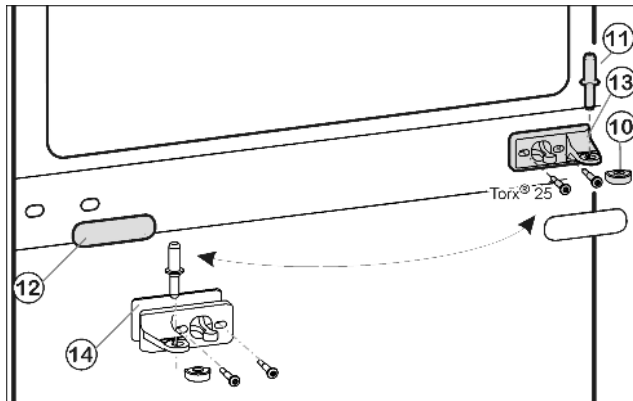
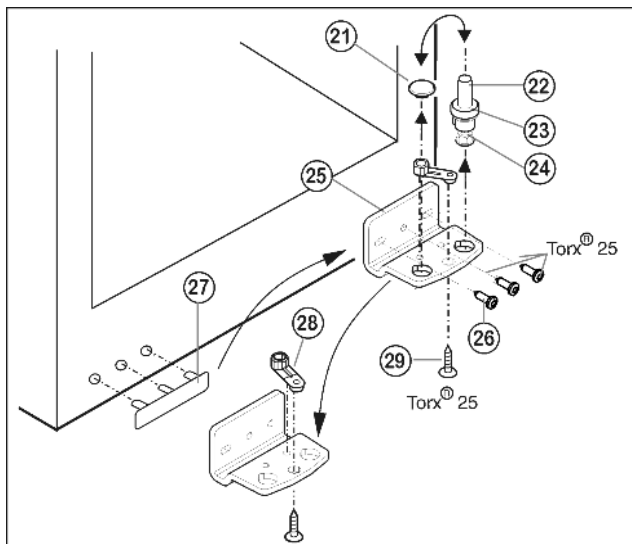

Fig. 5
Fig. 6
- ▶ Вытащите из опорного кронштейна и нижней дверцы средний опорный винт Fig. 5 (11).
- ▶ Снимите пластмассовый колпачок Fig. 5 (10).
- ▶ Открутите средний опорный кронштейн Fig. 5 (13) (2 шт. Torx® 25).
- ▶ Осторожно снимите накладку Fig. 5 (12).
- ▶ Прикрутите средний опорный кронштейн Fig. 5 (13) с подкладкой Fig. 5 (14) с поворотом на 180° на новую сторону шарнира (с моментом 4 Нм).
- ▶ Защелкните накладку Fig. 5 (12), повернув на 180°, на стороне, где теперь будет ручка.
- ▶ Извлеките опорный винт Fig. 6 (22) в комплекте с шайбой Fig. 6 (23) и регулируемой опорой Fig. 6 (24), вытягивая его вверх.
- ▶ Снимите пробку Fig. 6 (21).
- ▶ Открутите Fig. 6 (26) опорный кронштейн Fig. 6 (25).
- ▶ Открутите Fig. 6 (29) опорную деталь Fig. 6 (28) и, переставив в отверстие на противоположной стороне опорного кронштейна, снова прикрутите.
- ▶ Осторожно снимите и переставьте на противоположную сторону крышку со стороны ручки Fig. 6 (27).
- ▶ Снова прикрутите опорный кронштейн Fig. 6 (25) на новой стороне шарнира (с моментом 4 Нм). При необходимости используйте аккумуляторный шурупверт.
- ▶ Переставьте пробку Fig. 6 (21) в свободное отверстие.
- ▶ Вновь установите опорный винт Fig. 6 (22) в комплекте с шайбой и регулируемой опорой. При этом фиксатор должен быть направлен назад.
- ▶ Установите нижнюю дверцу сверху на нижний опорный винт Fig. 6 (22).
- ▶ Снова наденьте пластмассовый колпачок Fig. 5 (10) на средний опорный кронштейн Fig. 5 (13).
- ▶ Вставьте средний опорный винт Fig. 5 (11) на новой стороне шарнира через средний опорный кронштейн Fig. 5 (13) в нижнюю дверцу.
- ▶ Установите верхнюю дверцу на средний опорный винт Fig. 5 (11).
- ▶ При необходимости выровняйте дверцы через два продольных паза в нижнем опорном кронштейне Fig. 6 (25) и среднем опорном кронштейне Fig. 5 (13) параллельно корпусу устройства. Для этого выкрутите средний винт на нижнем опорном кронштейне Fig. 6 (25).